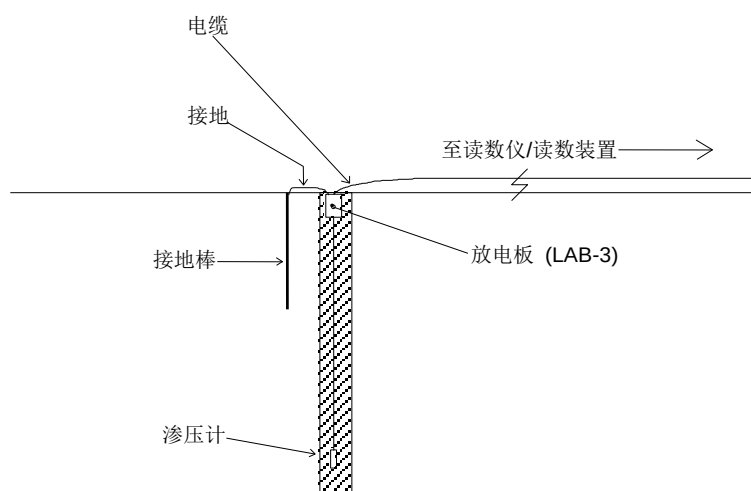

图 2—6 推荐的防雷简图
因为振弦仪器的输出信号是频率而不是电流或电压，所以电缆电阻细微的变化不会对读数仪的读数、电缆的连接造成影响。而且在某些情况下，可能还是非常有利的，例如，在一个钻孔里装有几个渗压计，而从孔到终端箱或数据记录仪的距离较远，这时可用一个连接装置（或接线盒，如图 2—6 所示），将各个电缆接到一根多芯电缆上，然后将多芯电缆引到观测站。推荐的安装方法是，即渗压计本身配备有足够长度的电缆，以达到安装深度，再加上一段富余的电缆，来绕过钻孔设备（杆、套管等等）。
接线盒和终端箱，所有用途的型号基康都可提供，此外，手提式读数设备和数据记录设备也有现货，详见图 2—5，有关特殊用途设备的资料，可与基康公司联系。
- 3) 保护还可以改进安装，即将 LAB-3 板放在与电缆组成的直线上，并尽可能靠近安装的渗压计（见图 2—6），这就是推荐的防雷方法。